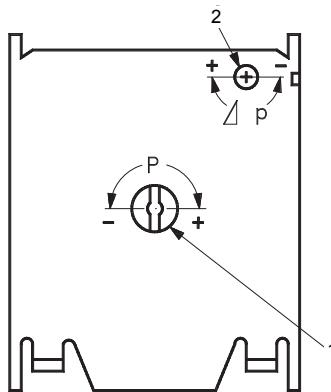

Рис. 6
$A$  = число полных оборотов винта регулировки давления отключения (поз. 1), рис. 6.
3. Определить по точке пересечения с линией значений числа оборотов, сколько раз надо повернуть винт регулировки перепада давления (поз. 2), рис. 6.